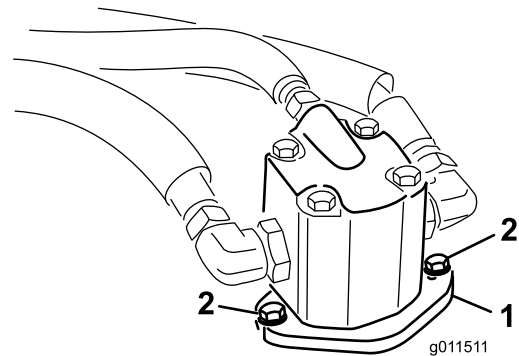

Figure 76
4. Enlevez les boulons qui fixent le moteur hydraulique au plateau de coupe (Figure 76).